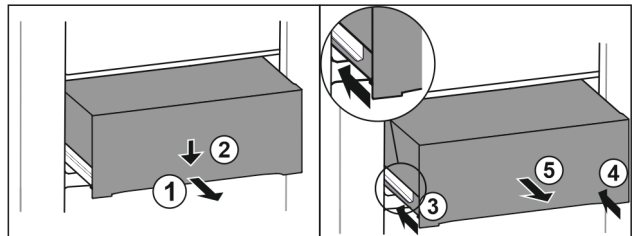

Fig. 80
- ▶ Витягніть ящик на половину. Fig. 80 (1)
- ▶ Спрямуйте висувний ящик вниз спереду. Fig. 80 (2)
- ▶ Вставте ліву рейку приблизно на 2 см. Fig. 80 (3)
- ▶ Вставте праву рейку приблизно на 2 см. Fig. 80 (4)
- ▶ Вийняти висувний ящик рухом вперед. Fig. 80 (5)